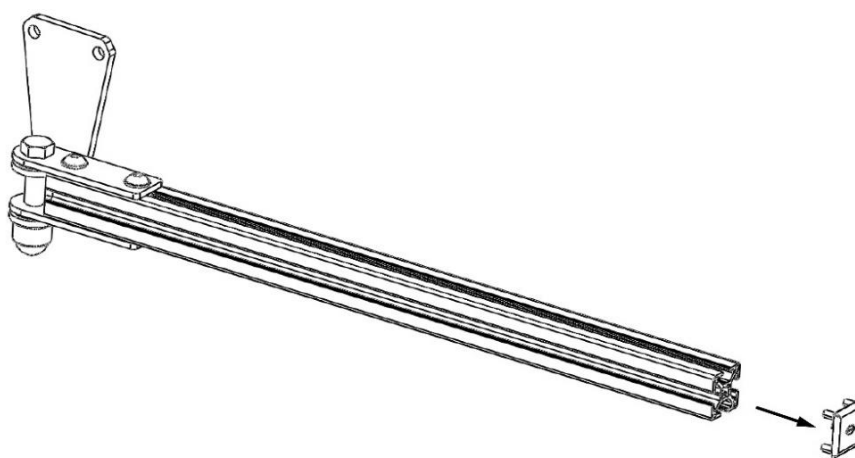

Figura 6
3. Quita la tapa de plástico del brazo adicional (Figura 6). Utiliza una herramienta de plástico para proteger el aluminio.